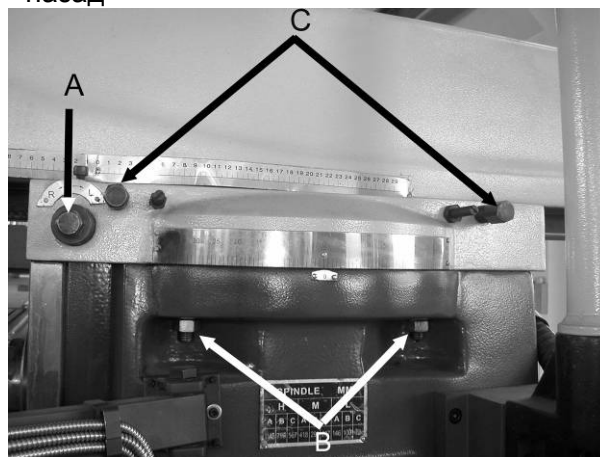

Рис.20
- Ослабьте два болта (C, Рис.20), которые крепят консоль к направляющим.
- С помощью ключа поверните болт (A, Рис.20), чтобы перемещать консоль на направляющих.
- Когда установите консоль в нужное положение, зафиксируйте болты (C, Рис.20).
- Ослабьте четыре стопорных болта (B, Рис.20), которые крепят консоль к верхней части основания. 1/2 оборота должно хватить, чтобы консоль можно было перемещать.
3. Затяните четыре стопорных болта (В, Рис.20).